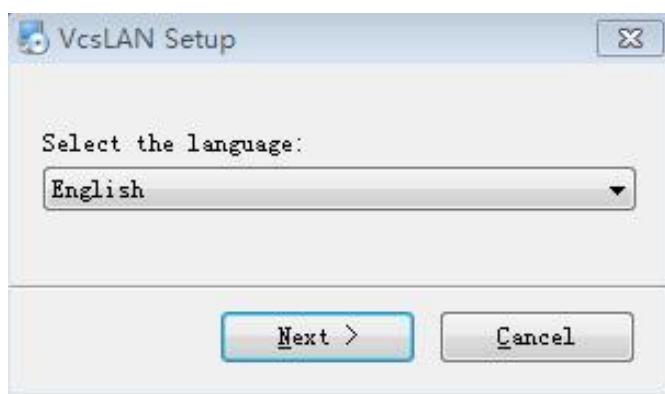

图 1-6
- (5) 将安装光盘置于PC机的光驱当中，浏览CD文件，点击“SETUP”.开始软件安装。
- (6) 出现语言选择界面，如图 1-6 所示。选择用户所需的语言，继续安装。